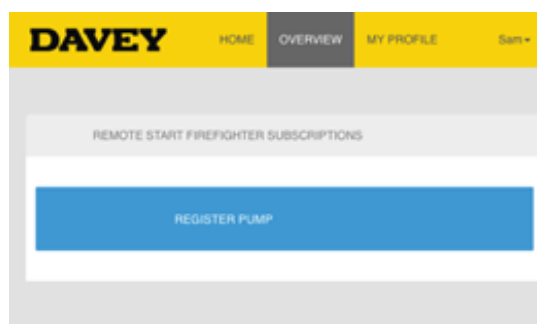

Figura 7.14
- > Cliccare su "REGISTER PUMP" (REGISTRARE POMPA). (Figura 7.14);